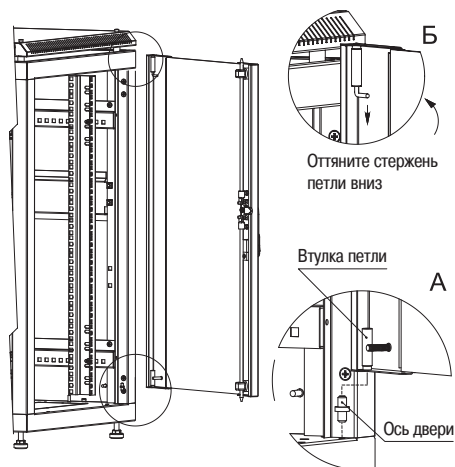

Рисунок 12 – Установка дверей
3.3.4 Вставьте ось в круглое технологическое отверстие в основании близ стойки, наденьте втулку петли на подпятник (действие А). Оттяните стержень петли вниз (действие Б), защелкните колпачок петли в отверстии на верхнем основании (рисунок 12). Закройте дверь на замок. При правильном монтаже дверь вращается плавно, запирается без особых усилий.